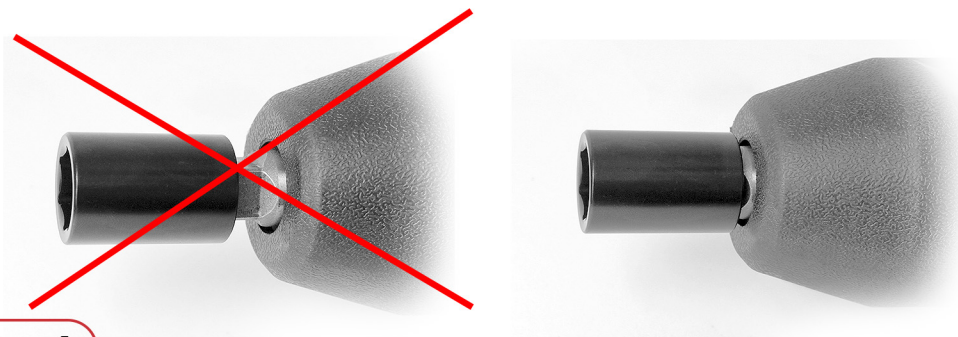

Рис.1
• Обратите внимание на надежность установки головки (установленная головка прочно и до упора сидит на держателе гайковерта). Если сменная головка установлена неправильно (ненадежно) она при включении гайковерта может слететь с четырехгранника и нанести оператору травму, либо нанести механические повреждения крепежным элементам. (Рис. 1)